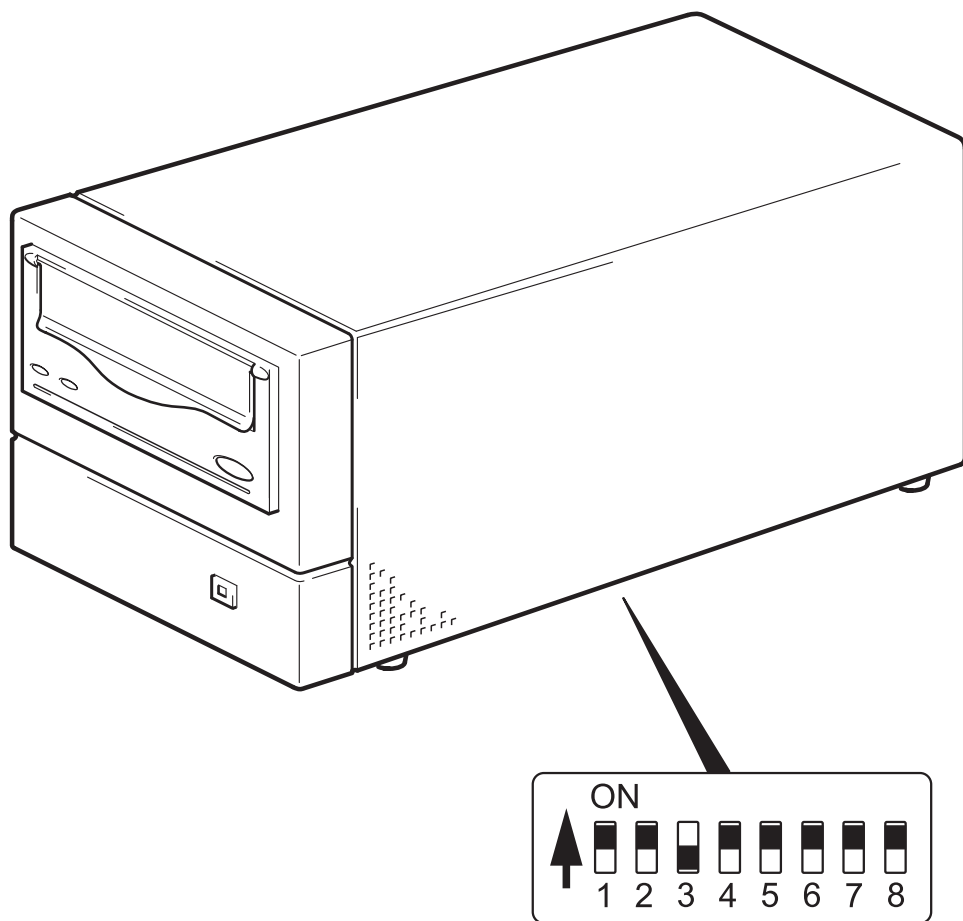

Рис. 4. Переключатели конфигурации (для UNIX)
- 2 При необходимости измените положение переключателей конфигурации снизу стримера (см. Рис. 4).